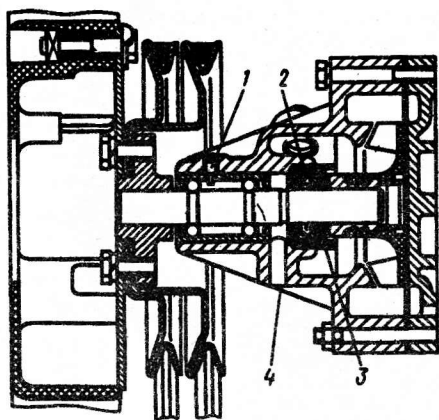

Рис. 14. Водяной насос:
**Водяной насос** — центробежного типа (рис. 14). Подшипник насоса при сборке заполнен смазкой и в процессе эксплуатации смазки не требует. Подшипник на-